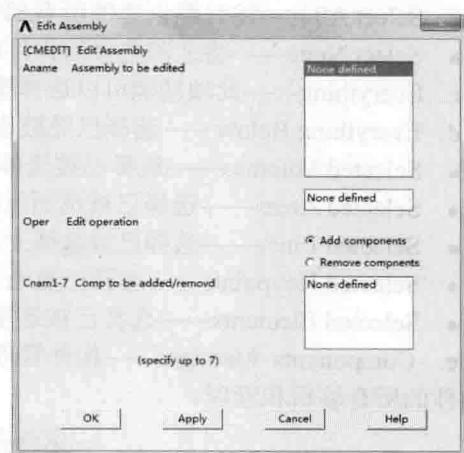

图 1-12 编辑部件对话框
- Edit Assembly——编辑部件。单击之后会弹出部件编辑对话框，如图 1-12 所示。